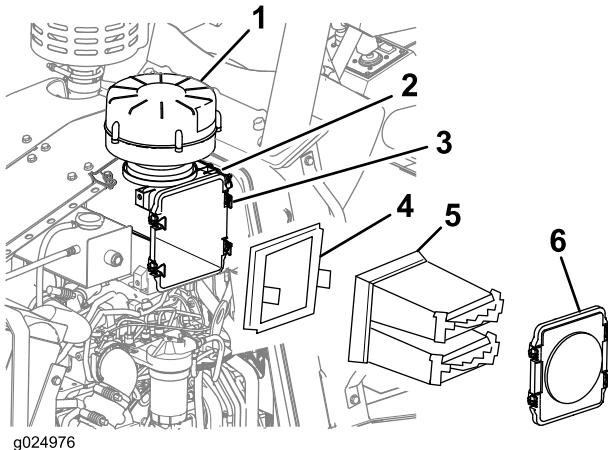

Figura 75
2. Desenganche los 4 enganches que sujetan la tapa del limpiador de aire y retire la tapa (Figura 75).
3. Retire los elementos primario y secundario del limpiador de aire de la carcasa del limpiador de aire (Figura 75).
4. Use un paño limpio y húmedo para limpiar el interior de la carcasa del limpiador (Figura 75).
10. Sujete la tapa del limpiador de aire a la carcasa del limpiador de aire con los cuatro cierres de la carcasa (Figura 75).